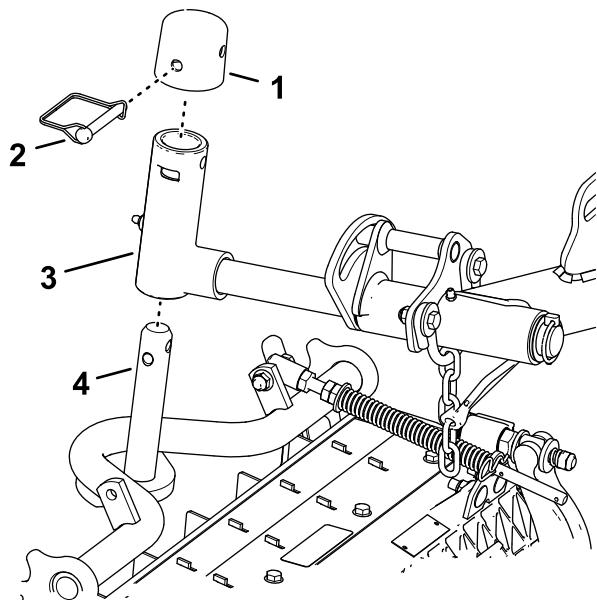

Figura 25
1. Deslice una unidad de corte debajo del brazo de elevación (Figura 25).
– Bloquee los pivotes de las unidades de corte para evitar que las unidades de corte giren cuesta abajo al segar de través en una pendiente. Utilice el orificio del brazo giratorio (Figura 25) para bloquear la unidad de corte. Utilice la ranura si la unidad de corte es dirijible.